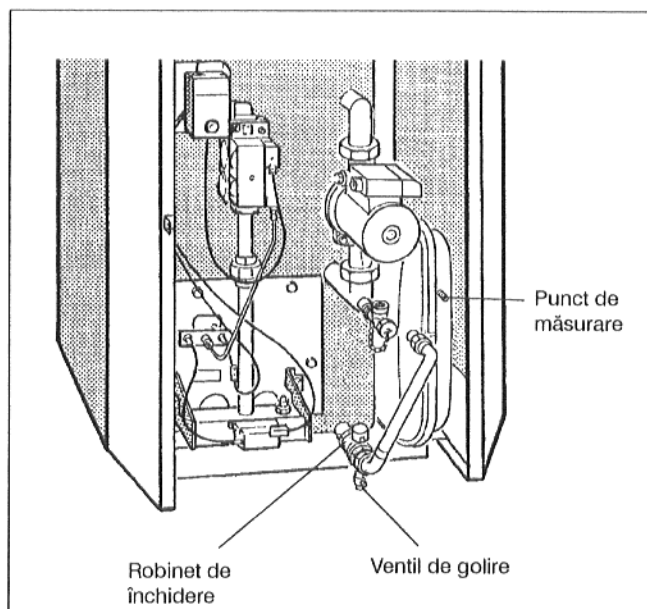

Fig. 47: Vasul de expansiune începând cu mărimea cazanului de 20-4 pe peretele posterior al cazanului!
- Clapeta de închidere se îndepărtează de la punctul de măsurare (Fig. 47) și se acționează pentru scurt timp ventilul pentru azot. Dacă iese apă, atunci membrana este defectă – membrana sau vasul de expansiune trebuie schimbate.
- Se îndepărtează capacul roșu și se închide ventilul de închidere (Fig. 47).
- Apa reziduală a vasului de expansiune se elimină prin ventilul de golire (Fig. 47)
- Clapeta de închidere se îndepărtează de la locul de măsurare (Fig. 47), se măsoară și se corectează presiunea în cazul în care nu corespunde presiunii necesare instalației (presiunea instalației minus 0,2 bar în stare rece).